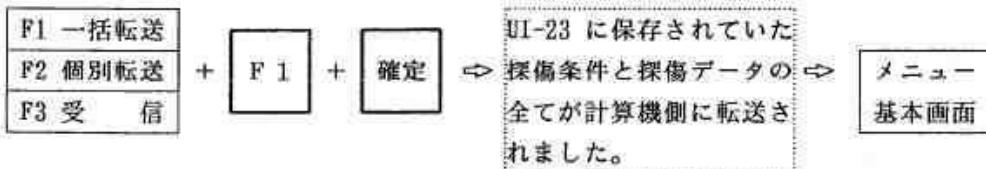

図 6.2.10 一括転送の操作方法
#### (1) 一括転送の場合の手順（図 6.2.10 参照）
- ① 選択キー [F 1] を 1 回押し、続けて確定キーを 1 回押します。
- ② メニューエリアにはメニュー基本表示が表示されます。